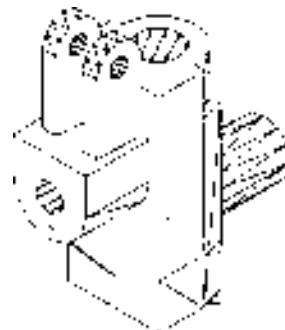

图 10-156 拉伸实体
3) 单击“视图”工具栏中的“西南等轴测”按钮 $\diamond$ ，将视图切换到西南等轴测视图。单击“建模”工具栏中的“拉伸”按钮 $\text{拉}$ ，将上步创建的面域进行拉伸处理，拉伸高度为“3”，结果如图 10-156 所示。